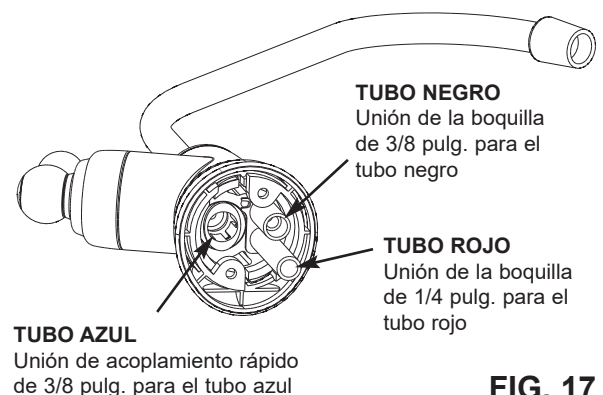

FIG. 17
- C. Inserte toda la extensión en la unión de 1/4 pulg. de la boquilla del grifo en este último. Vea las Figs. 17, 20 y 21.